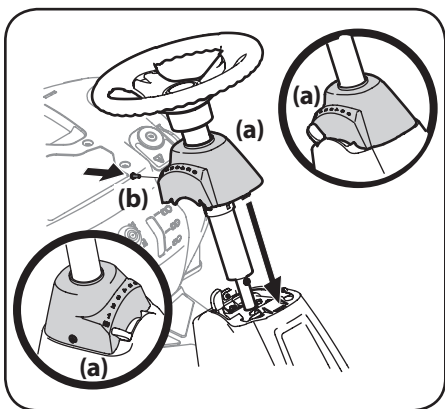

Figure 2-4
7. Glissez le couvercle (a) vers le bas sur la tondeuse à siège, branchez le phare comme illustré sur la Figure 2-4, puis tournez doucement le couvercle vers la droite pour le faire enclencher en place. Fixez le couvercle (a) en place avec la vis retirée (b) à l'étape précédente. Voir Figure 2-4.